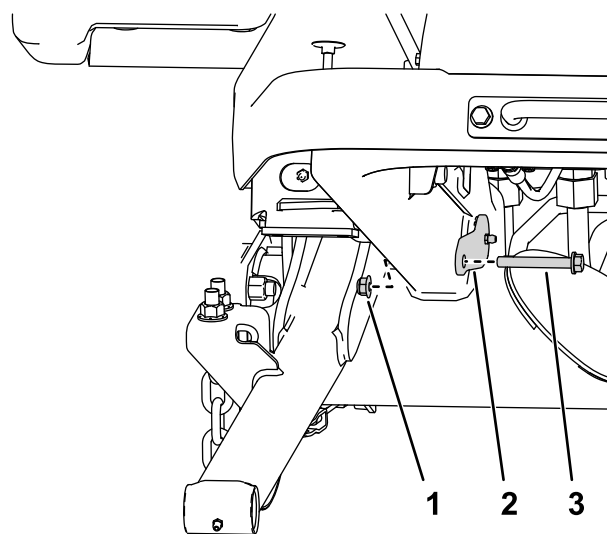

図4
- D. **図4**のように、昇降アームに大きいピンを固定しているナットとボルトを外す。